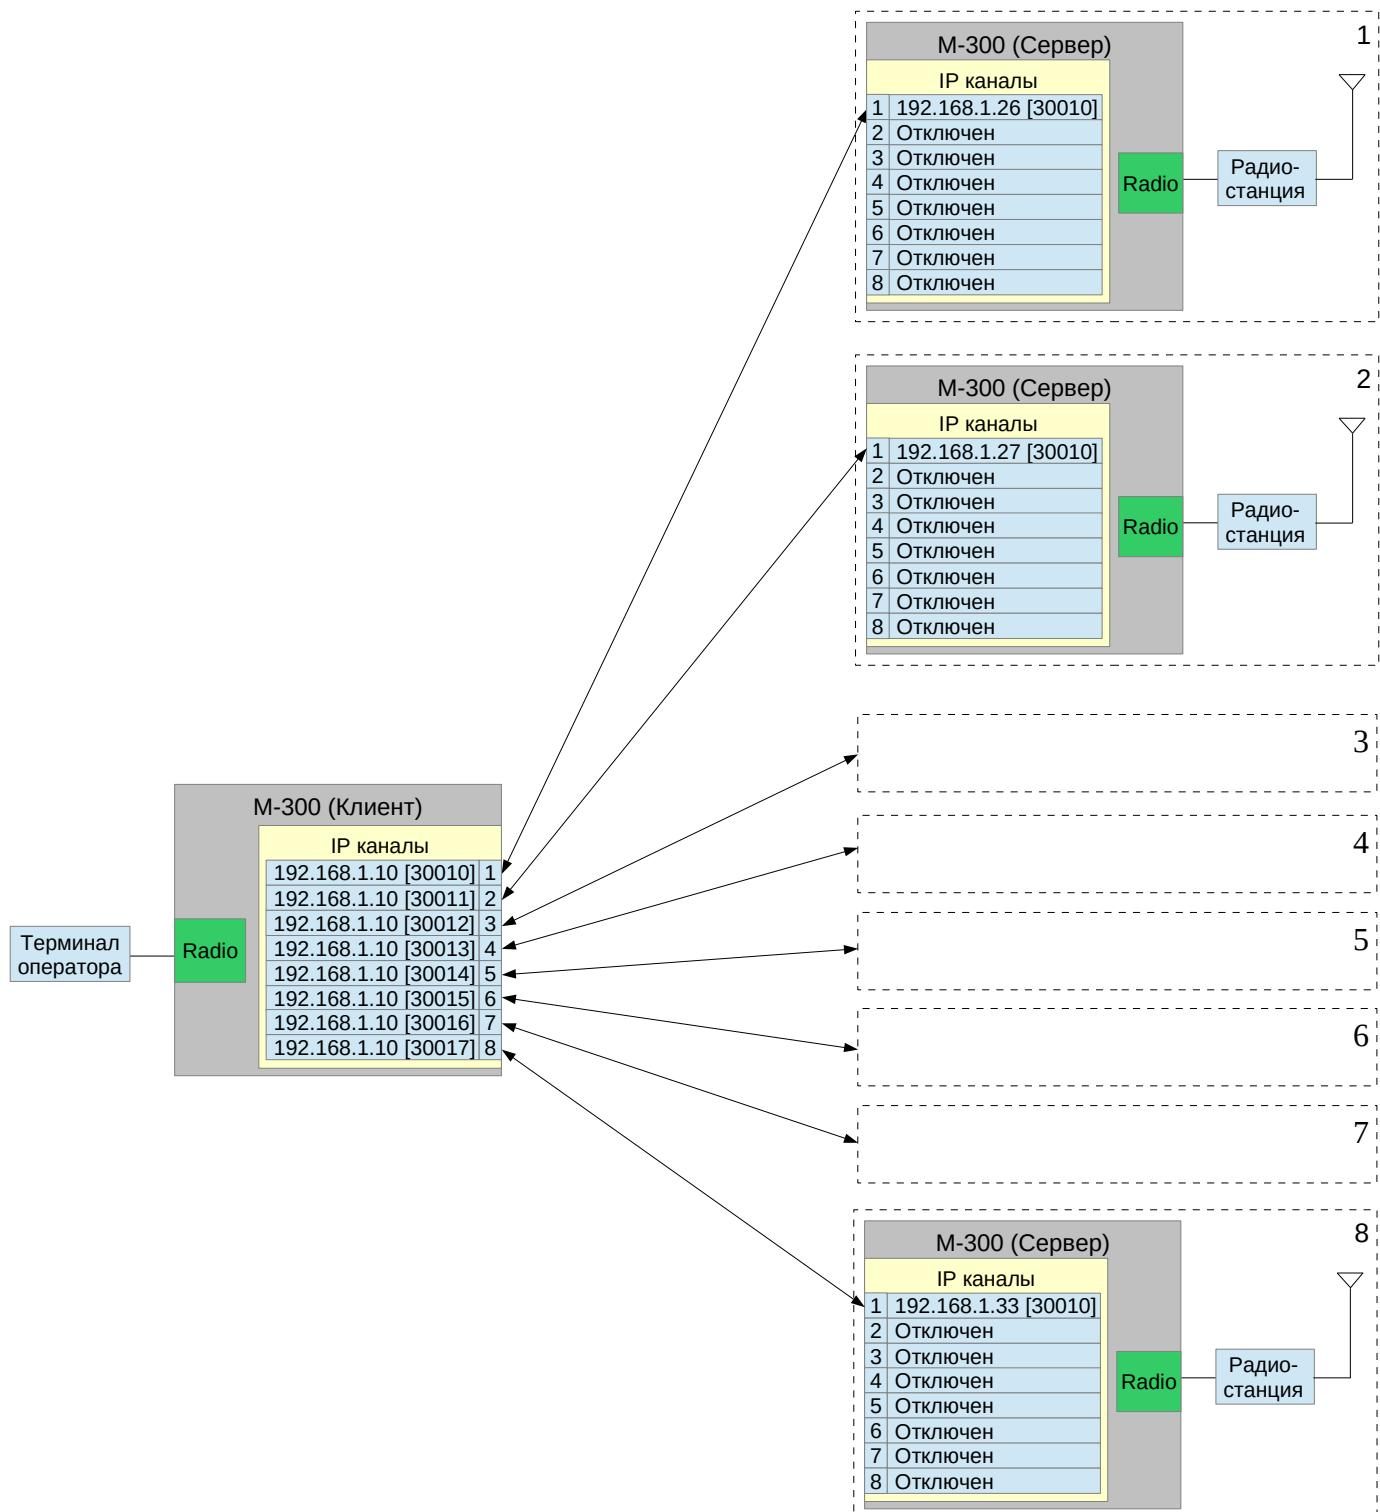
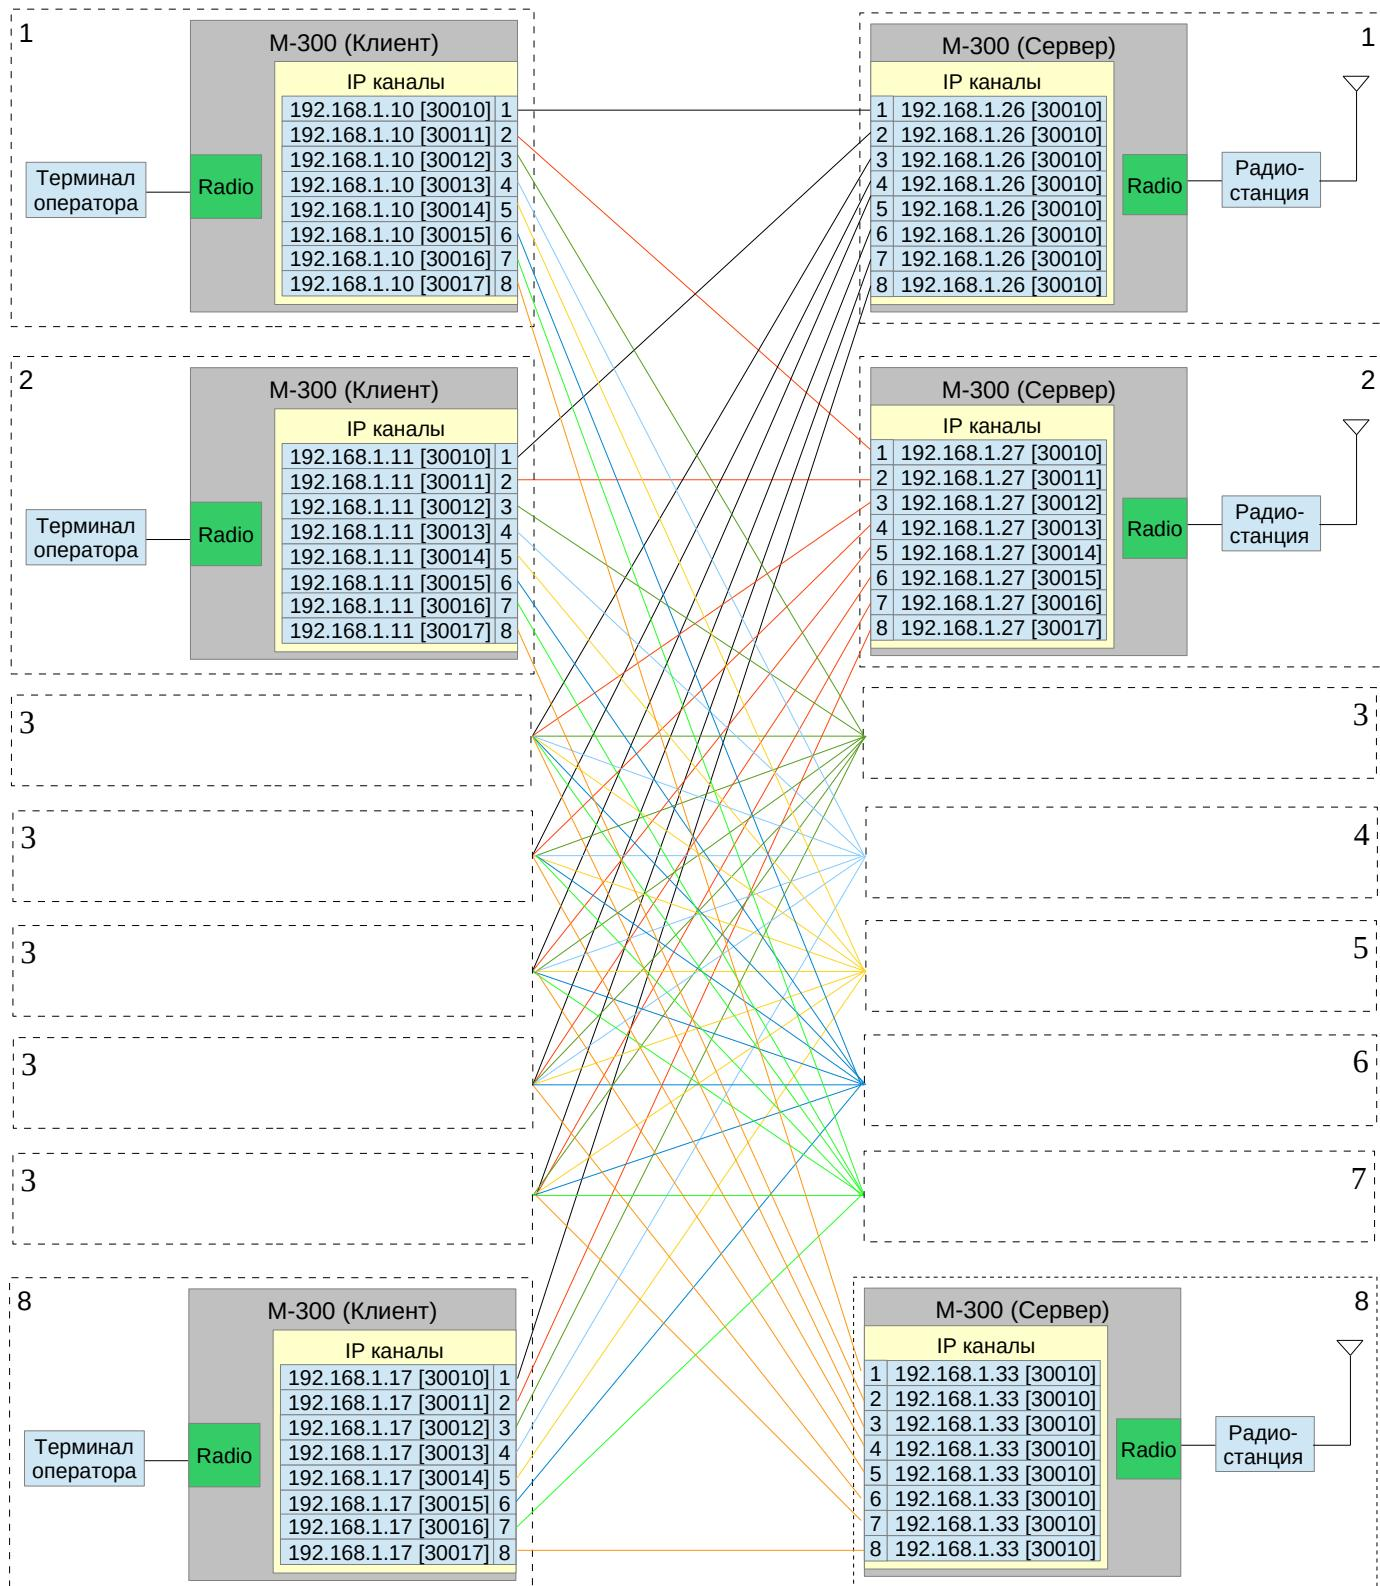

Рис. 3.6.4 Схема IP соединений для управления группой радиостанций.
Рис. 3.6.5 Схема IP соединений для работы группы операторов с группой радиостанций.
Контроллеры М-300 поддерживают одновременную работу по 8-ми IP каналам, это позволяет оператору организовать как выборочное так и параллельное управление до восьми удалённых радиостанций. Разделение IP каналов контроллера может выполняться как по номеру порта TCP/UDP протокола так и по IP адресу присваиваемого IP каналу. На рис. 3.6.4 приведена схема IP соединений для управления одним оператором группой из 8-ми радиостанций. На рис. 3.6.5 приведена схема IP соединений для параллельной работы группы из 8-ми операторов с группой из 8-ми удалённых радиостанций.
- Динамически, в этом случае все IP каналы имеют идентичные значения IP адреса и номера портов (рис. 3.6.5, контроллер M-300 (Сервер) №1). При данных параметрах подключение контроллеров M-300 (Клиент) выполняется на первый свободный IP канал.
- Статически, в этом случае каждый IP канал имеет индивидуальные значения IP адреса и/или номера порта (см рис. 3.6.5 контроллера M-300 (Сервер) №2).